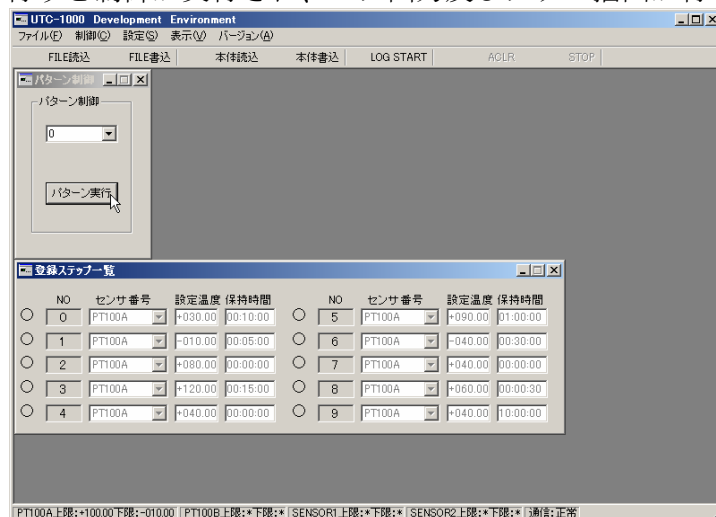

図 40 パターン制御
- ① 実行するパターン番号を選択します。
- ② 登録ステップ一覧が表示されます。(図 40 参照)
- ③ 登録内容を確認後「パターン実行」をクリックします。